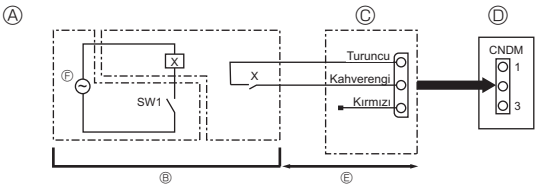

Fig. 10-1
10.1. Düşük sesli mod (yerinde değişiklik) (Fig. 10-1)